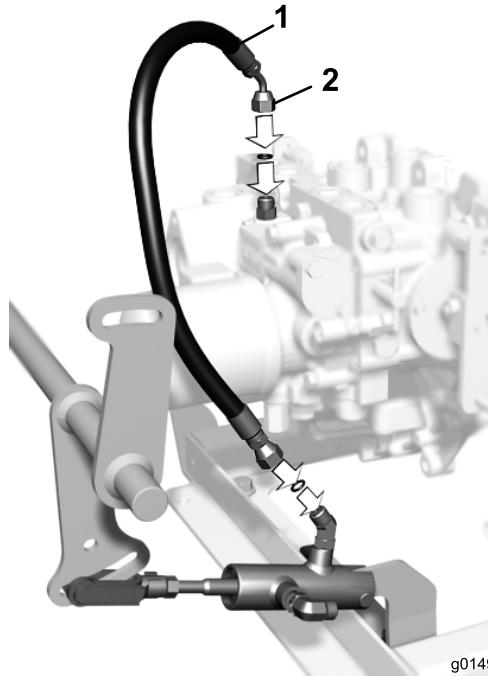

図 8
13. ホースのもう一方の端部を油圧シリンダの45度フィッティングに接続する(図8)。
17. 油圧ホースの45度フィッティング部分を、トランスミッションの新しいストレート・フィッティングに接続する(図8)。